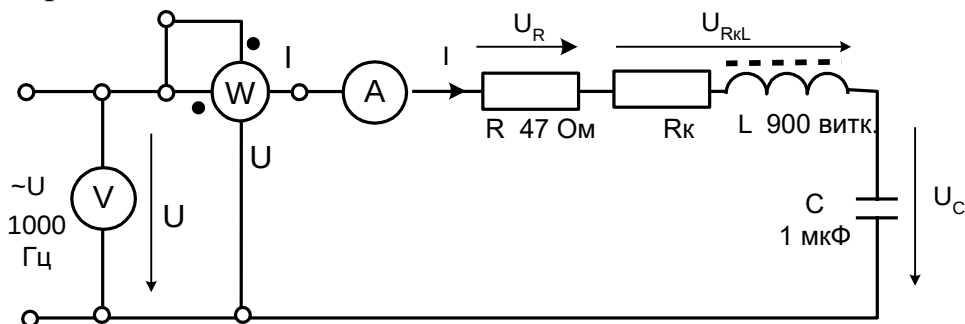
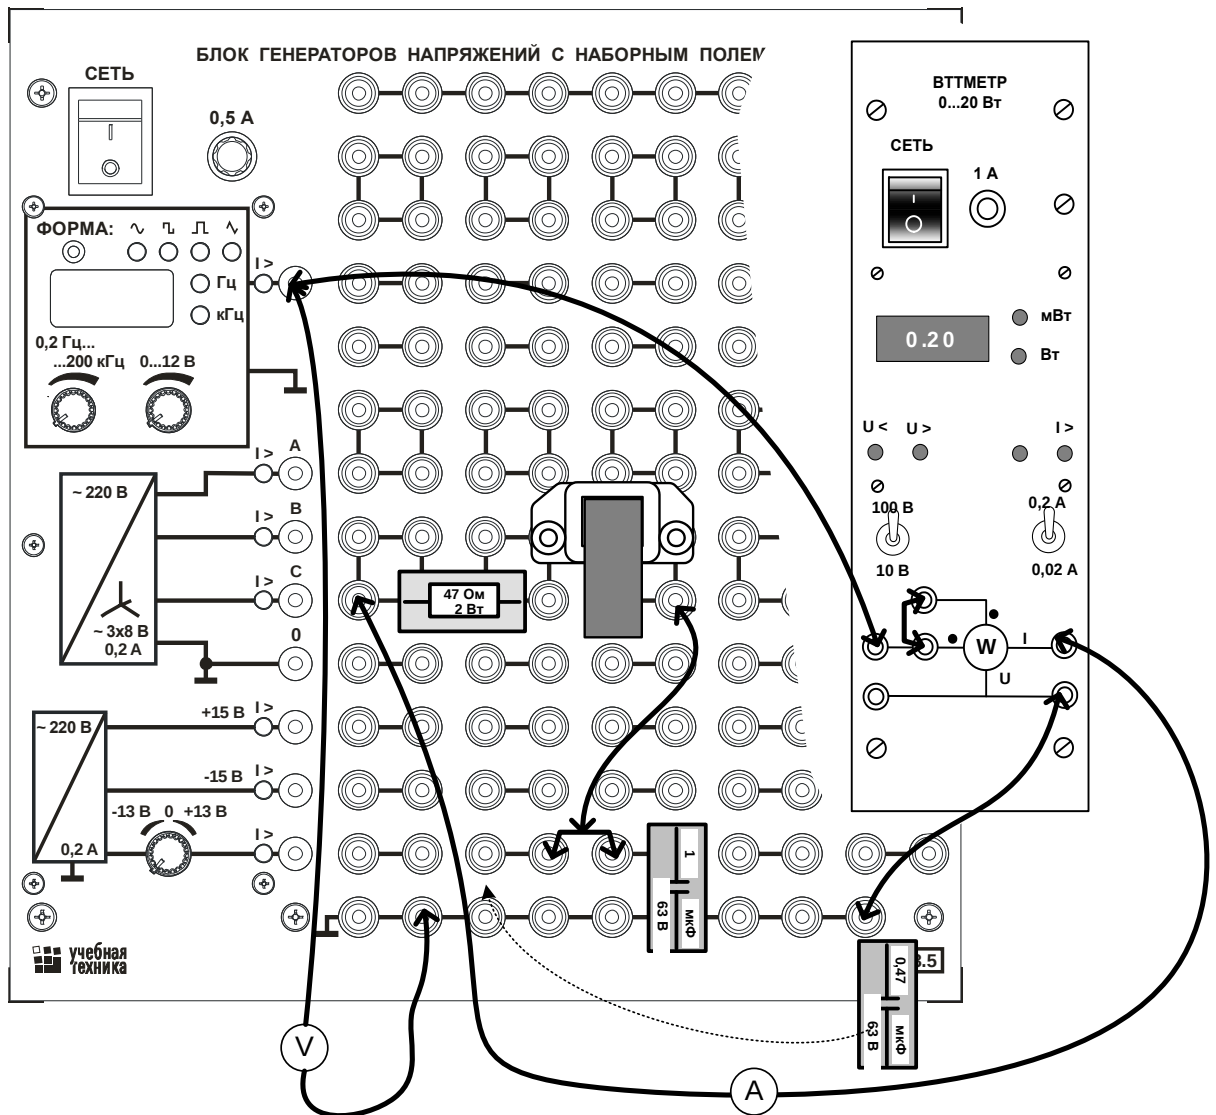

Рис.3.2. Принципиальная схема
Рис. 3.3. Монтажная схема.
- Снимите с трансформатора катушку 900 витков, вставьте в неё **только одну половинку** разъёмного сердечника и соберите цепь, принципиальная схема которой показана на рис. 3.2, а монтажная – на рис. 3.3.